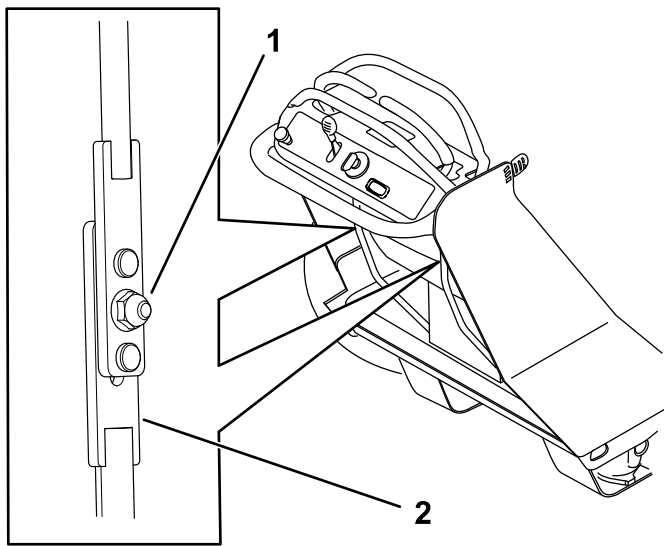

図 45
4. コントロールロッドアセンブリのナットをゆるめる 図 45。
6. 下側コントロールロッドを上下させてニュートラル位置を探す 図 45。
7. ナットを締めつける 図 45。
3. 図 45の調整ねじを使って、レバーの速度を増減する。